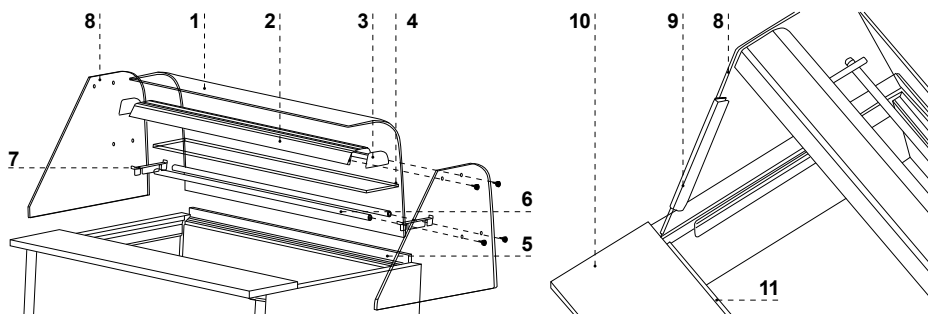

Abb.7 Einbau der Glasteile und Alulampe
1. Glasseiten anbringen Abb.7/8 (S.27)
2. Alulampe (mit Beleuchtung) an den Glasseiten einbauen Abb.7/2 (S.27)
3. Vorderscheibe einbauen, indem diese auf der Lampe und Glasseiten gestützt wird Abb.7/1 (S.27)
4. den Mantel für die Lampeleitung anbringen Abb.7/9 (S.27) Der Leitungsmantel so an der Hinterseite der Glasseite anbringen, dass die Leitung, die aus der Lampe ausgeht, in dem Mantel versteckt wird und von der inneren Seite der Glasseite vorhanden wird.
5. Die Aluprofile für den Glasregal einbauen (Option) Abb.7/6 (S.27)
6. Glasregal einbauen Abb.7/4 (S.27)